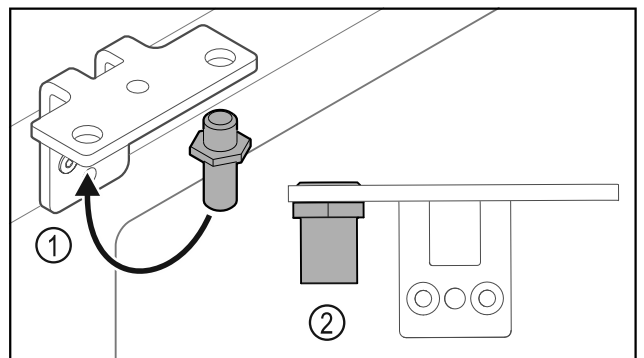

Fig. 33
- Ktheni bulonin Fig. 33 (1) në profilin e menteshës në anën tjetër.
- Shtrengoni bulonin Fig. 33 (2) me **momentin e rrotullimit prej 12 Nm.**